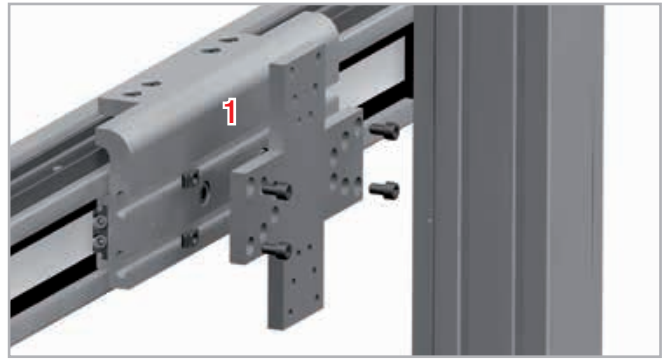

Fig. 96
1. Inserire le viti da un lato della piastra di collegamento nei fori preparati (vedi fig. 96).